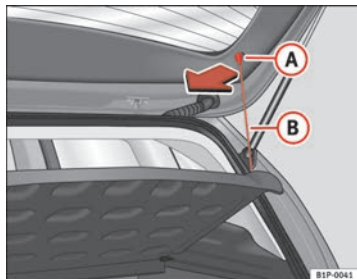

Fig. 104 Bandeja portaobjetos
- Desenganche los tirantes ⇒ fig. 104 **(B)** de los alojamientos **(A)**.